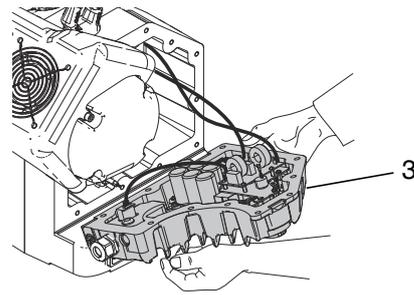

FIG. 18: Rimozione del coperchio della sezione elettronica
4. Rimuovere con attenzione il coperchio della sezione elettronica (3). Vedere FIG. 18, a pagina 17.